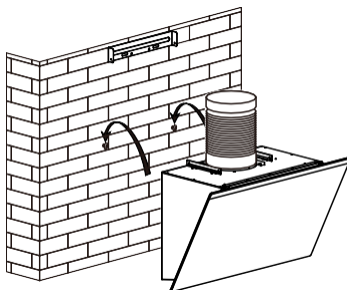

Bild 4
6. Häng upp enheten på väggen med fästskruvar. Se bild 4.